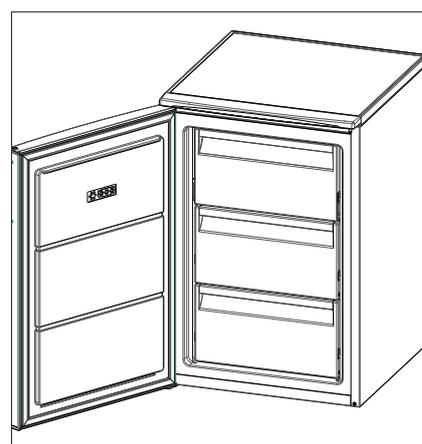

Fig. 14
Con esto queda cambiado el sentido de apertura de la puerta del congelador (4) (fig. 14).